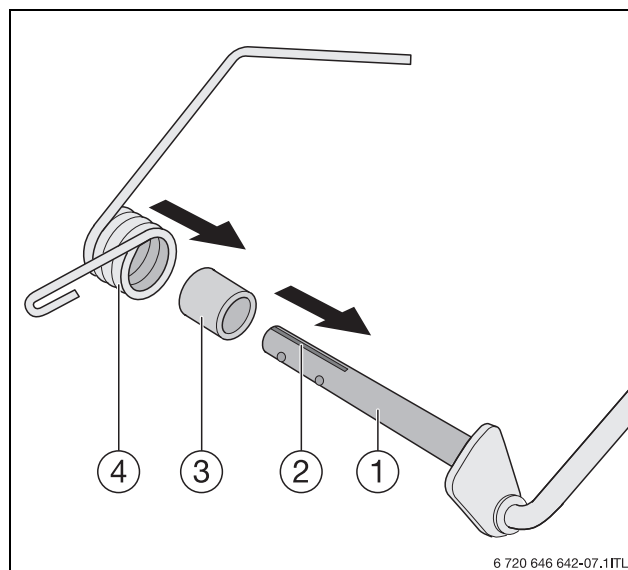

Рис. 7 Установка пружины и направляющей втулки
- ▶ Вставьте заслонку [4] в шлиц правой оси (→ рис. 7, стр. 9).